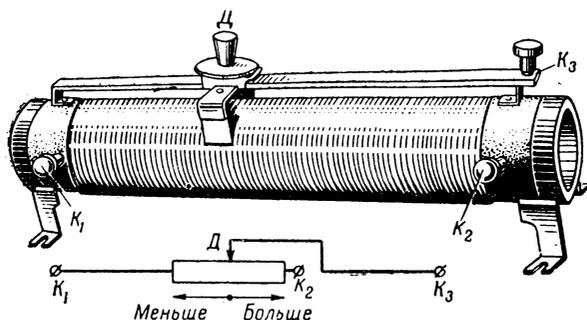

Рис. 37. Внешний вид и условное изображение реостата
**Реостаты со скользящим контактом.** Наибольшее распространение получили реостаты, представляющие собой металлическую спираль, намотанную на изолирующий каркас. По спирали перемещается ползунок, благодаря чему меняется длина спирали, а следовательно, и сопротивление, включенное в цепь. На рис. 37 даны внешний вид и условное изображение реостата. При перемещении движка *Д* вправо сопротивление увеличивается, при перемещении влево — уменьшается.